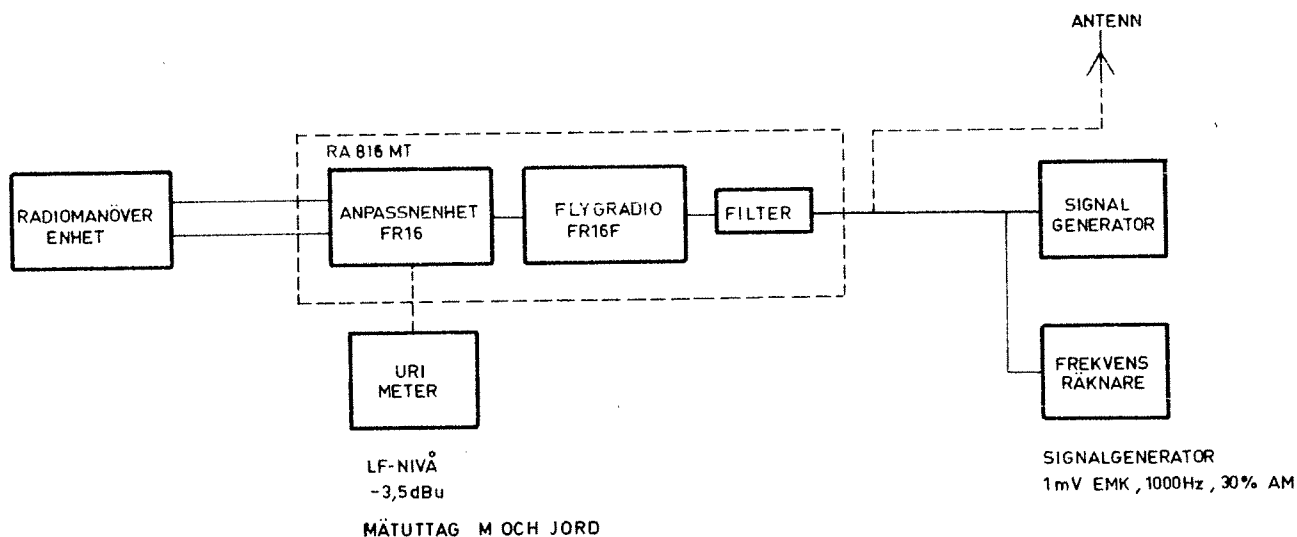

Bild 13
- Anslut signalgeneratoren och frekvensräknaren till radioenheten enligt bild 13.